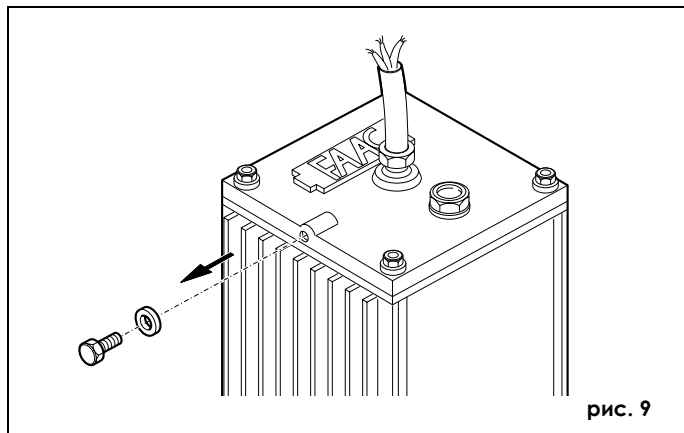

рис. 9
- 3) **Выкрутите и сохраните винт дыхательного отверстия, как показано на рис. 9.**